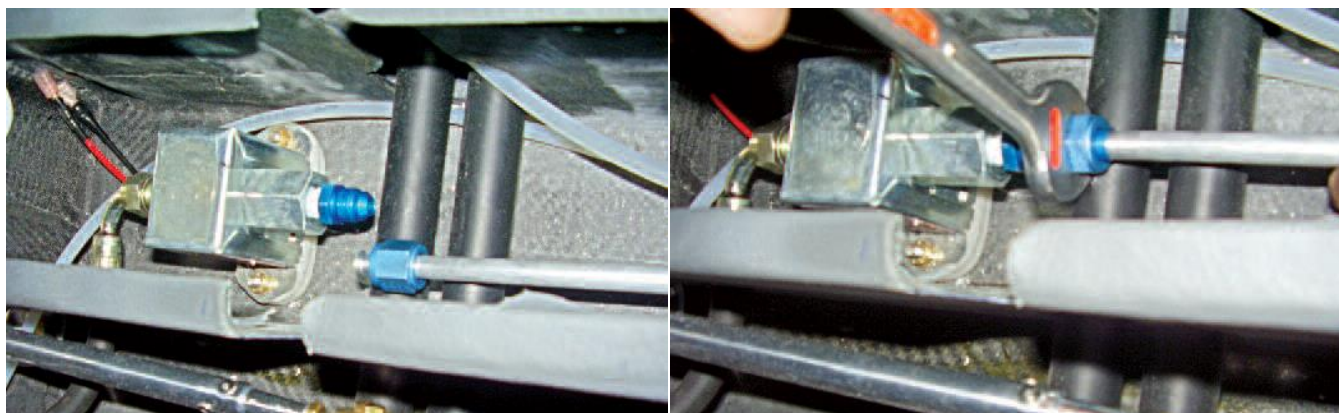

Figura 28.20.16 – Tubo da bomba e Bomba elétrica.
6. Instalar o terminal AN818-5D, oposto ao item anterior, ao terminal AN816-5D da bomba elétrica, como mostrado na figura 28.20.16.